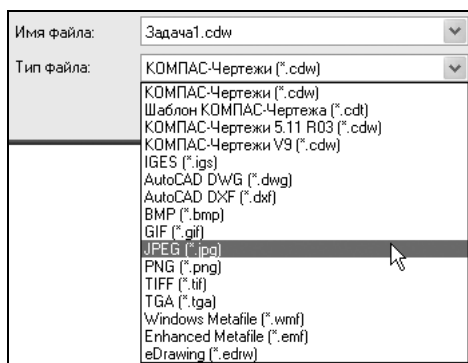

Рис. 2.9. Раскрывающийся список **Тип файла**
4. В раскрывающемся списке **Тип файла** (рис. 2.9) при необходимости можно выбрать из предложенного списка тип сохраняемого файла (например,